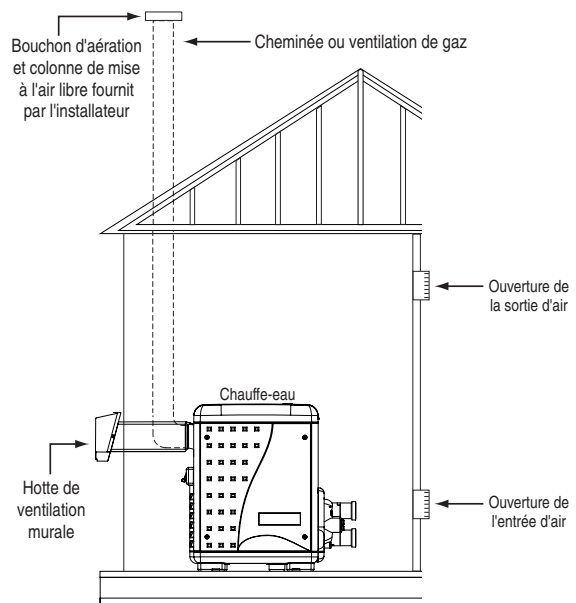

Figure 14.
**VENTILATION HORIZONTALE OU VERTICALE - PRESSION POSITIVE** (Voir les figures 14, 15, et 16)**(Catégorie III)**
6. **Terminaison d'évacuation - Verticale** (Voir les figures 14 et 15), pour la hauteur de la terminaison d'évacuation au-dessus du toit. Utiliser une terminaison d'évacuation homologuée et spécifiée dans les codes locaux et selon les directives du fabricant. Une terminaison d'évacuation doit être verticale. Au Canada, l'emplacement du couvercle de terminaison doit être à un minimum de 4 pieds (1,2 m) de distance horizontalement des compteurs électriques, des compteurs de gaz, des régulateurs et des soupapes de sécurité.